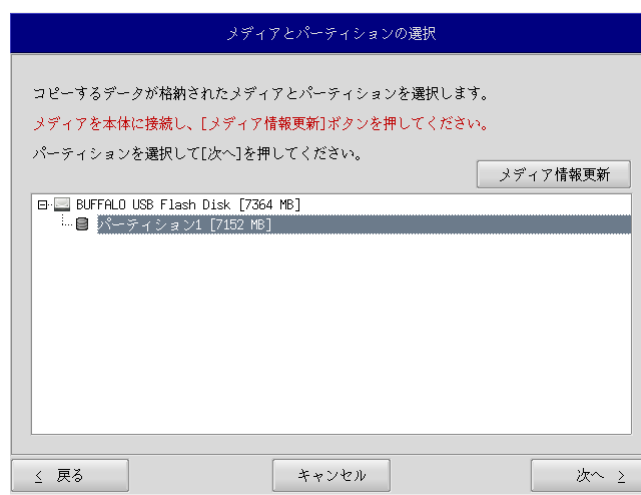

図 5-2-2. メディアとパーティション選択画面
- ④ メディアとパーティション選択画面(図 5-2-2)が表示されます。あらかじめ用意しておいたバックアップ USB を本体に接続し、[メディア情報更新]ボタンを押してください。バックアップ USB のパーティションを選択し、[次へ]ボタンを押します。